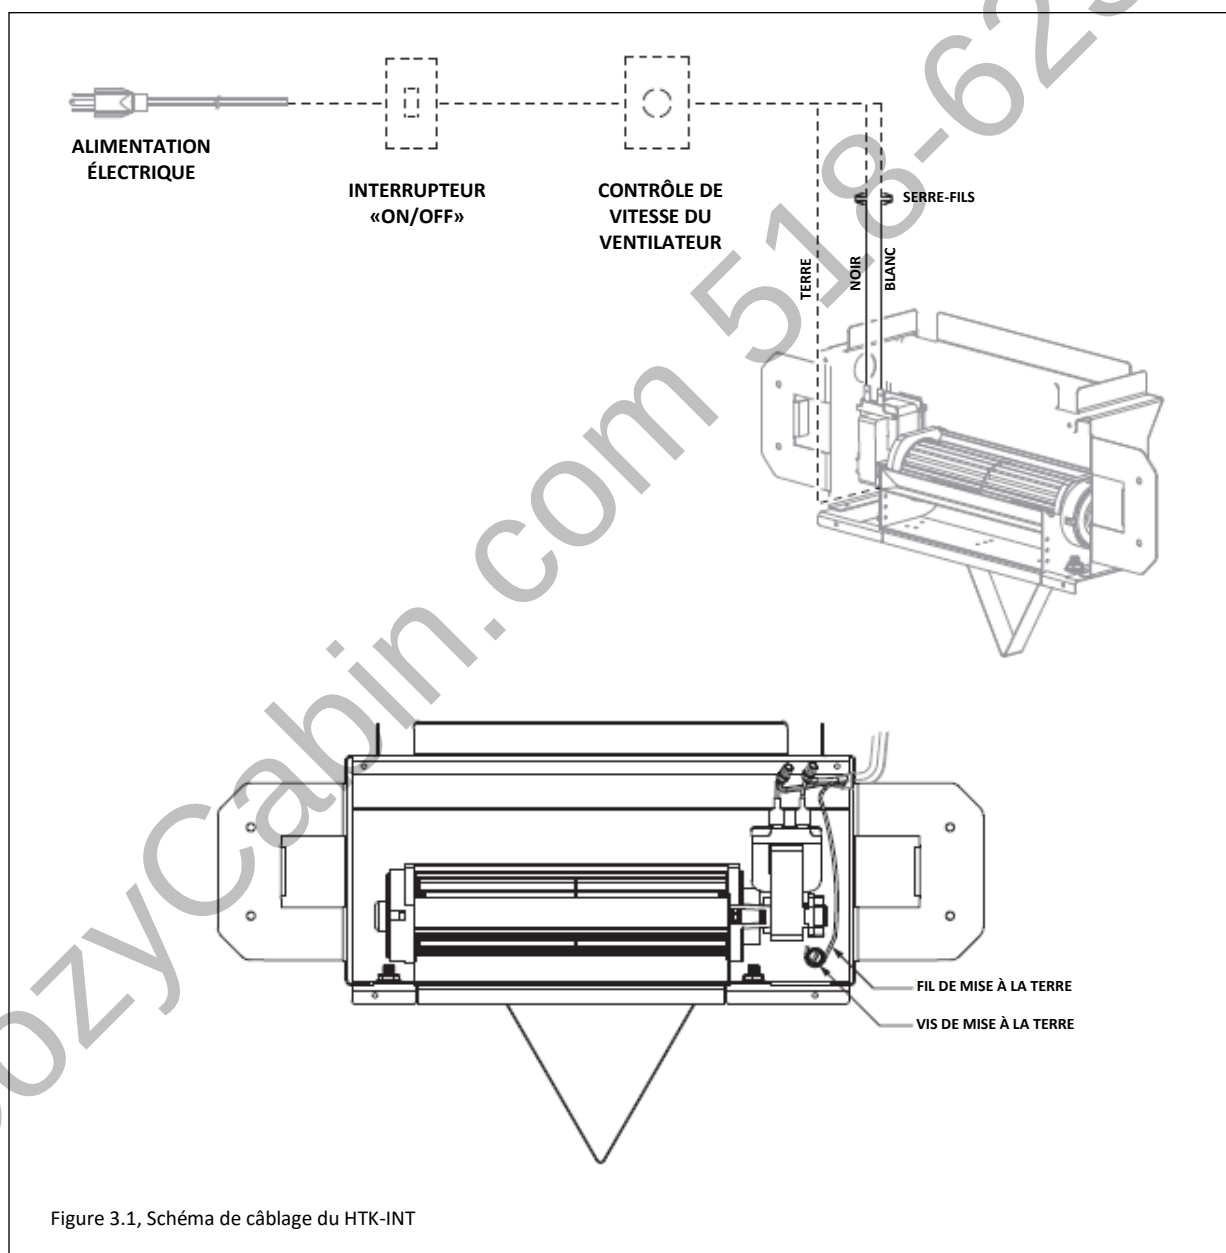

Figure 3.1, Schéma de câblage du HTK-INT
- La Figure 3.1 montre une installation de câblage typique. Câblez le ventilateur au système électrique.
- Il est plus facile d'accéder à la vis de mise à la terre si vous retirez les (2) écrous à bride retenant le ventilateur à l'appareil et faites glisser le ventilateur vers l'avant.